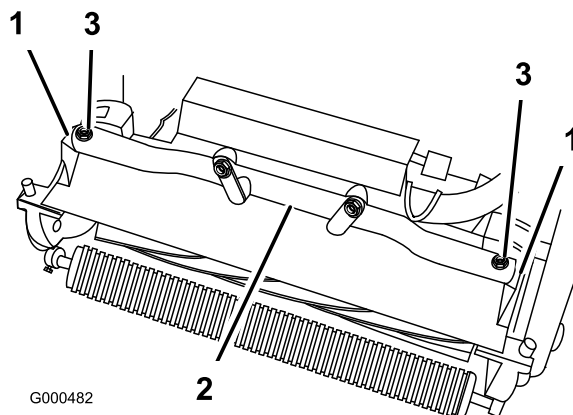

Figura 45
4. Retire (2) as cavilhas que fixam os braços articulados da unidade de corte ao tubo da estrutura da unidade de tracção (Figura 45).
5. Rode os braços articulados para a frente (Figura 45) e apoie a unidade de tracção sobre o apoio fixo.